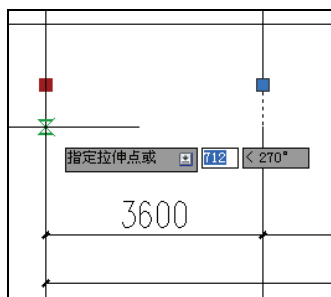

图 2-89 向下拖动鼠标
7) 选中夹点后, 按住鼠标左键不放, 向下拖动鼠标, 如图 2-89 所示。